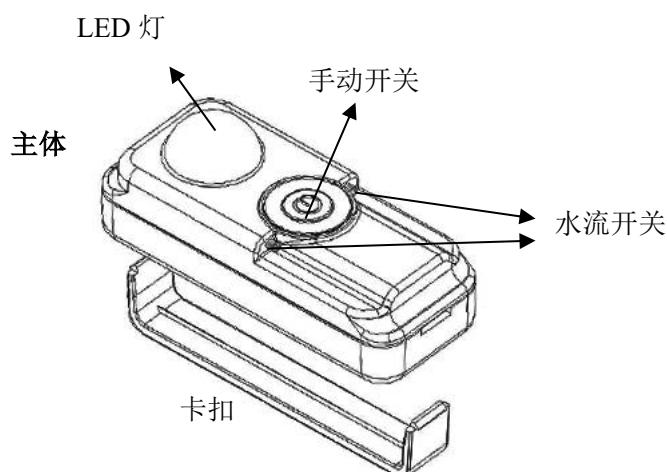

图1 产品结构
2.2.1 LNK-SL3 和 LNK-SL3W 救生衣灯主要结构包括带电池的主体\ LED 灯\水流开关\手动开关和安装卡扣。结构如下图 1 所示：